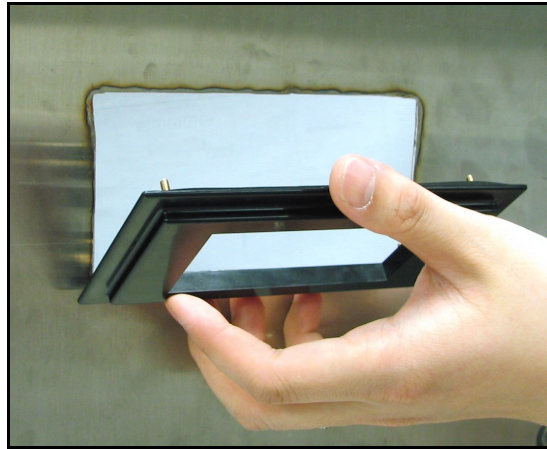

Figura 17: Inserimento della piastra adattatrice
2. Inserire la piastra nell'apertura del pannello (vedere Figura 17).